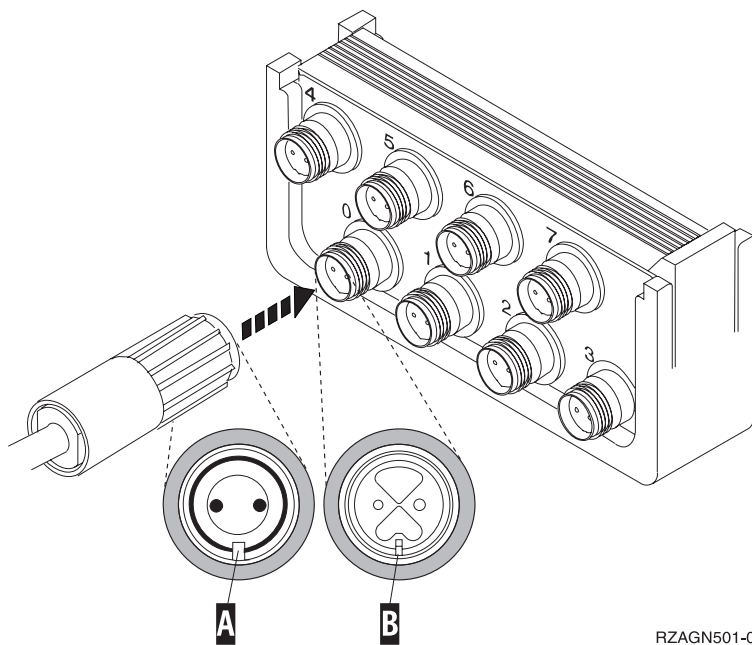

Abbildung 3. Kabel für Systemkonsole anschließen
- ___ 6. Richten Sie die Führung **B** in **Anschluss 0** des Twinaxialkabels mit Achtfachanschluss an der Kerbe **A** des Twinaxialkabelanschlusses (siehe Abb. 3) aus.